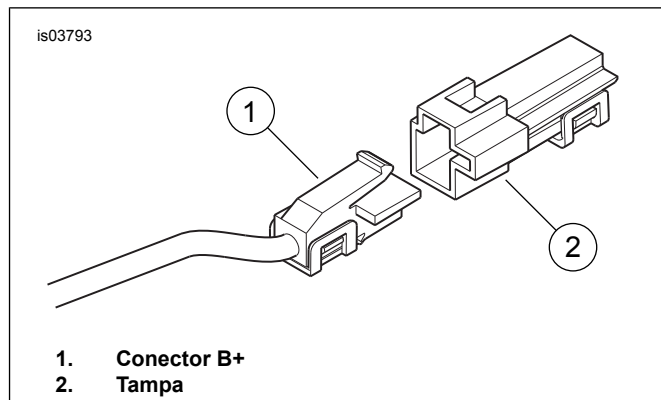

Figura 6. Conector B+
8. Corte os fios vermelho e laranja/branco do chicote de fios (5) do alto-falante e do amplificador com o comprimento adequado para alcançar facilmente os conectores de emenda selada do relé. Emende e vede os fios vermelho e laranja/branco com o conector de emenda selada (6) no fio vermelho do terminal 3 do relé.
9. Selecione o conector de emenda selada (7) na extremidade livre do fio **vermelho** do terminal 5 do relé. Emende o fio vermelho em uma extremidade do suporte do fusível em linha (8) no fio vermelho do terminal 5 do relé.
10. Emende a extremidade oposta do suporte do fusível em linha no fio adaptador de 12 V (9) com o conector de emenda selada azul (10) do pacote de ferragens.
11. Veja Figura 6. Localize o conector B+ (1) (positivo da bateria) no chicote de fios principal sob o assento (um fio vermelho com conector cinza não usado). Remova a tampa (2) do conector B+.